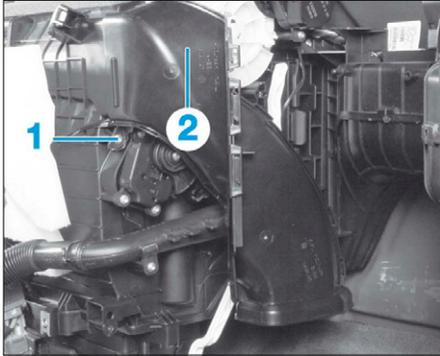

FIG. 39
- la vis (1) (Fig.39),
- le conduit d'air (2),